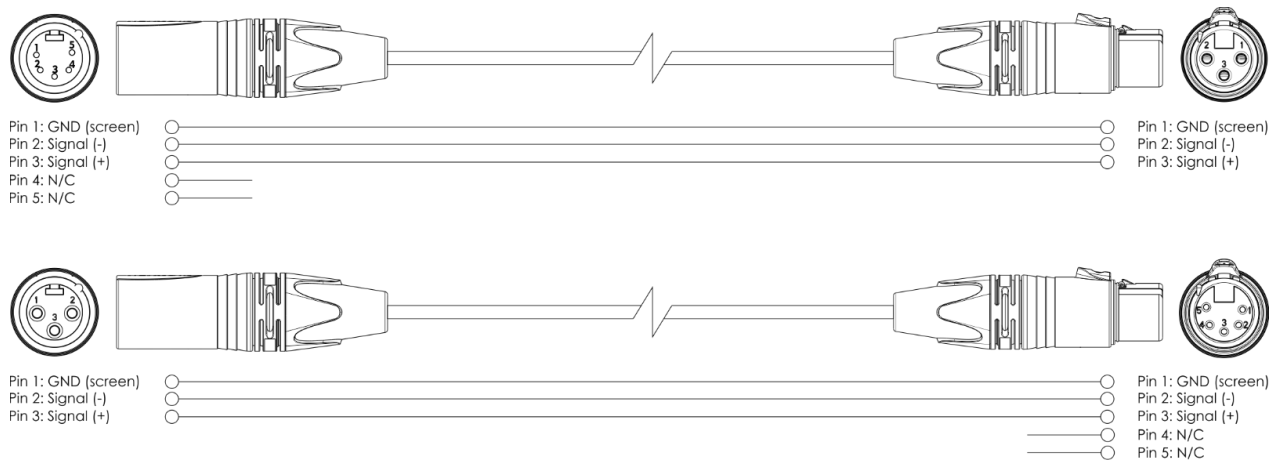

Abb. 06
- 01) Bringen Sie die Halbkupplungen wie in Abb. 06 an. Verwenden Sie nur Halbkupplungen, die dazu geeignet sind, das Gerät an einer Traverse zu befestigen.
Wenn Sie Ihre eigenen DMX-Kabel herstellen, stellen Sie sicher, dass Sie die Pole und Drähte korrekt anschließen, wie in Abb. 06 gezeigt.